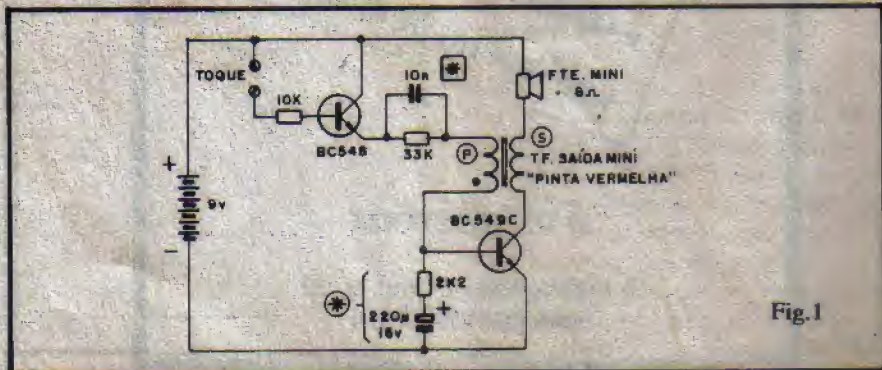

Fig.1
- FIG. 1 - Esquema do PINTO. O transistor BC549C (alto ganho) juntamente com a realimentação proporcionada pelo pequeno transformador de saída (tipo "pin-
corrente, portanto o circuito prescinde de um interruptor de alimentação). Colocado na palma da mão, contudo, o PINTO "pia", numa imitação muito convincente! Devido à especial configuração do circuito, o nosso PINTO guarda uma importante diferença em relação ao "pinto das lojas": a intensidade do "piado" é proporcional à "intensidade" de toque! Quanto maior for a pressão da pele do operador contra os contatos de toque, mais alto o PINTO "piará" ou, em outras palavras: se Você segurar o PINTO "de levinho", ele "piará" fraco; se Você agarrar o PINTO com força, ele "piará" também forte! Para os hobbystas que gostam de mexer e experimentar, o PINTO permite algumas manipulações (épa!): modificando-se o capacitor original de 10n (marcado com asterisco num quadradinho, na fig. 1) altera-se o timbre básico do piado e alterando-se experimentalmente o(s) valor(es) do resistor de 2K2 e/ou capacitor de 220u, a velocidade ou ritmo do "piado" também pode ser modificada, dentro de certa faixa. Ainda conforme já mencionado, quem quiser poderá alimentar o PINTO com 3 ou 6 volts (2 ou 4 pilhas pequenas, no respectivo suporte), apenas tendo de se contentar com um "piado"